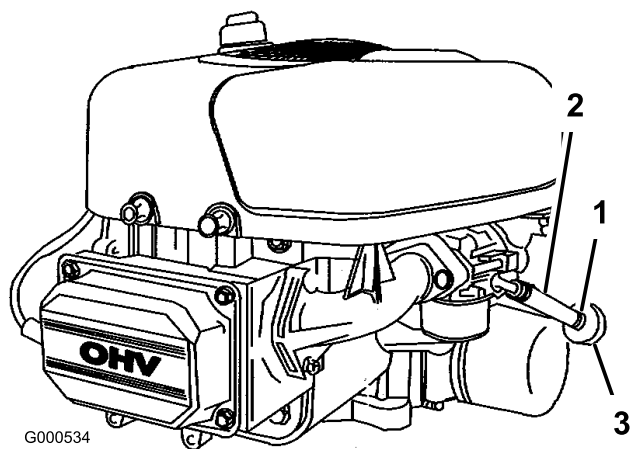

Figure 31
4. Desserrez le collier de serrage au niveau du filtre à carburant et éloignez-le du filtre en le poussant le long de la conduite d'alimentation (Figure 31).
5. Débranchez la conduite d'alimentation du filtre (Figure 31).
7. Raccordez la conduite d'alimentation au filtre. Rapprochez le collier de serrage du filtre pour fixer la conduite d'alimentation (Figure 31).
4. Pincez les extrémités des colliers et faites glisser ceux-ci pour les éloigner du filtre (Figure 31).
6. Installez un nouveau filtre en veillant à pointer la flèche indiquant le sens d'écoulement vers le moteur, et rapprochez les colliers de fixation du filtre (Figure 31).